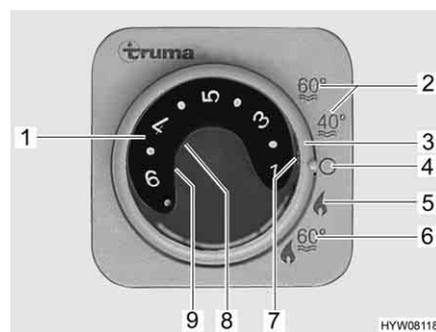

Fig. 178 Unidad de mando para la calefacción/caldera
- Ajustar el modo de funcionamiento con el interruptor giratorio (Fig. 178,3).
Según la temperatura ambiente deseada, la calefacción selecciona automáticamente la potencia de quemador necesaria. Cuando se alcanza la temperatura ambiente deseada se desconecta el quemador. En el modo de funcionamiento "calefacción y caldera" (Fig. 178,6), se calienta también el agua de la caldera. En el modo "calefacción sin caldera" (Fig. 178,5), la calefacción puede funcionar con la caldera vacía.
- Girar el botón giratorio de temperatura (Fig. 178,1) de la unidad de mando al nivel deseado.
- Situar el interruptor giratorio (Fig. 178,3) en el modo invierno "calefacción sin caldera" (Fig. 178,5) o en modo invierno "calefacción y caldera" (Fig. 178,6).
La luz de control verde (Fig. 178,7) se enciende.
- Ajustar el interruptor giratorio (Fig. 178,3) en "O" (Fig. 178,4).
La combinación de los funcionamientos a gas y con electricidad a 230 V acorta el tiempo de calentamiento del vehículo (esto sólo es posible si se ha ajustado el modo de invierno de la calefacción en la unidad de mando (Fig. 178)).